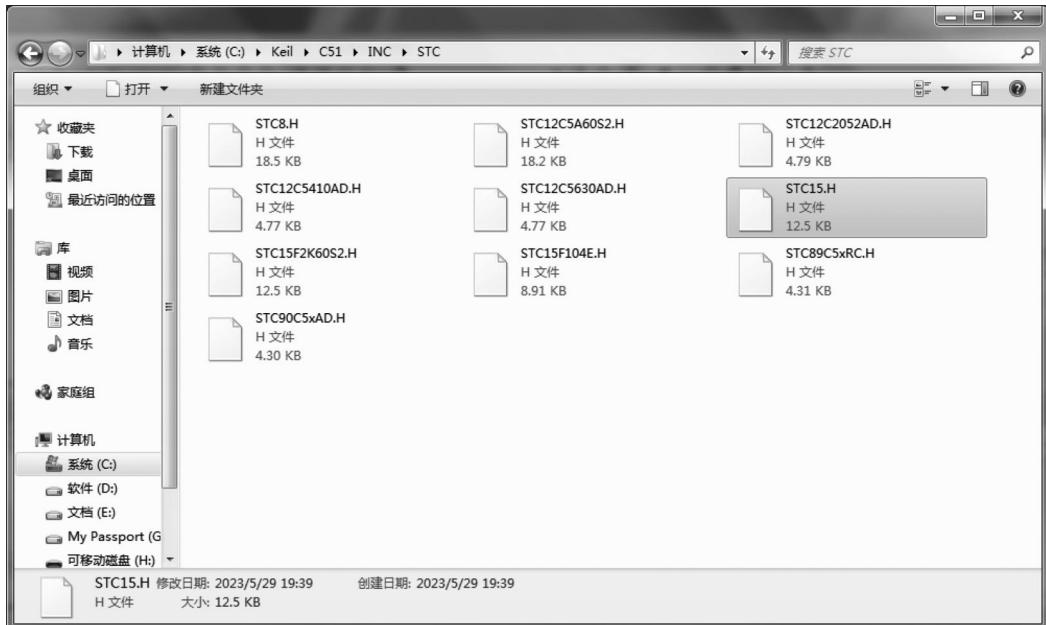

图 1-1-25 生成的 STC 单片机头文件
(3) 查看 STC 的头文件。添加的头文件在 Keil 的安装目录的子目录下，如 C:\Keil\CS1\INC\STC，打开 STC 文件夹，即可查看添加的 STC 单片机的头文件，如图 1-1-25 所示。其